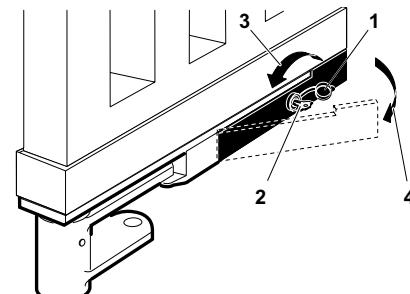

Fig. 16
- aprire il tappo di protezione della serratura (fig. 16-rif. 1)
- introdurre la chiave di sblocco nella serratura (fig. 16-rif. 2)
- ruotare la chiave nella direzione del pilastro fino a battuta (fig. 16-rif. 3)
- tirare la leva verso di sé (fig. 16-rif. 4)